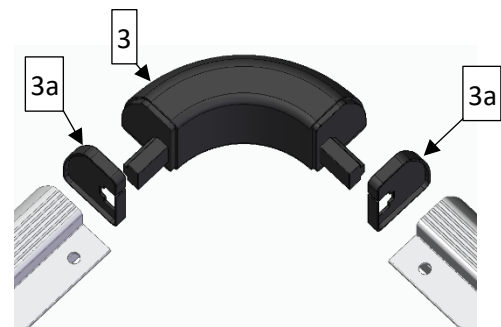

Abbildung 4
Jetzt kommen auf die kurzen Rahmenprofile 1.421mm (2) jeweils zwei Eckverbinder (3) mit je zwei Schnittkanten-Abdeckungen (3a – Abb. 4). Diese werden vorne und hinten vom Fahrzeug auf die schon auf dem Dach montierten langen Rahmenprofile (1) gesteckt. Um das Rausrutschen der kurzen (2) aus den langen Rahmenprofile (1) zu verhindern, wird in allen vier Ecken jeweils eine Eckverbinder-Blechverstärkung (4) auf die Bohrungen der Rahmenprofile gelegt. Durch diese Bohrungen werden von oben Linsenkopfschrauben (8) mit den Sechskantmutter (9) verschraubt.